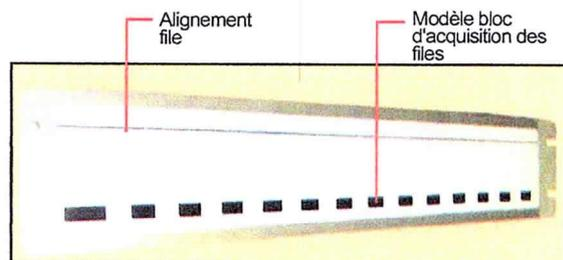
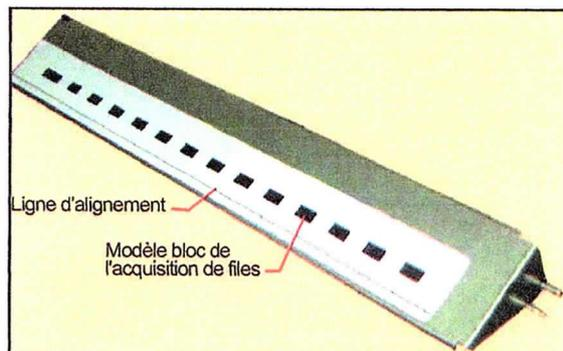
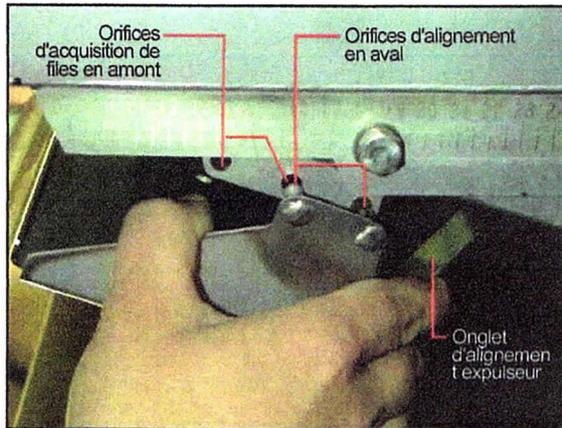

Figure 9-8 Outil d'alignement/acquisition de files de la chambre photographique supérieure
Figure 9-9 Outil d'alignement/acquisition de files de la chambre photographique inférieure
Figure 9-10 Installation de l'outil d'alignement/acquisition de files de la chambre photographique inférieure
REMARQUE : L'outil d'alignement/acquisition des lignes diffère selon les chambres photographiques supérieure et inférieure (se reporter à la Figure 9-8 et à la Figure 9-9).
- B. Soulever l'extrémité de l'outil et placer les goujons dans les orifices de la file d'acquisition en amont correspondante (se reporter à la Figure 9-10).
- B. Déplacer l'encoche correspondant au modèle bloc d'acquisition de files dans la languette du boîtier du trieur (se reporter à la Figure 9-8).
- B. Soulever l'extrémité de l'outil et placer les goujons dans les orifices d'acquisition des files en amont appropriés (se reporter à la Figure 9-9 et à la Figure 9-10).